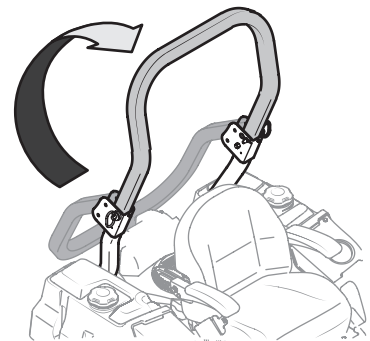

Figure 2-4
1. Retirez les axes de chape et les goupilles fendues qui retiennent la structure de protection en place. Voir Figure 2-4.